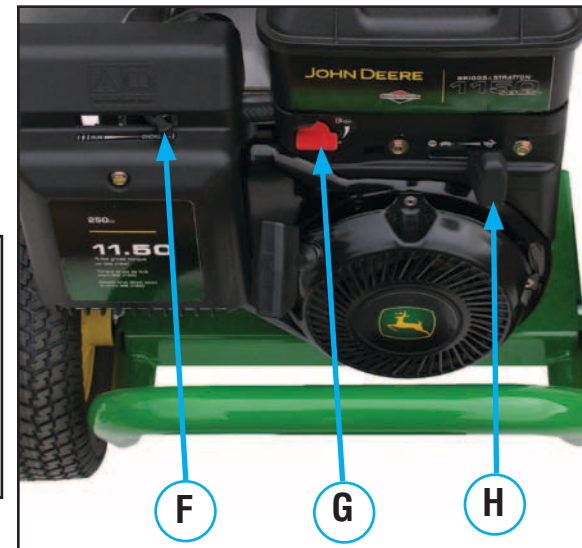

FIGURE 11
9. Déplacez le levier d'essence à la position «ON». (See Figure 11)
10. Déplacez le levier du régime à la position «FAST» (↩). (See Figure 11)
11. Déplacez le levier d'étrangleur à la position «CHOKE». (See Figure 11)
14. Déplacez le levier d'étrangleur (See Figure 11, F) vers la position «RUN» pendant le réchauffement du moteur.
2. Déplacez le levier d'essence (G) à la position «OFF». (See Figure 11)
3. Déplacez le levier du régime (H) à la position «STOP» (⏹). (See Figure 11)